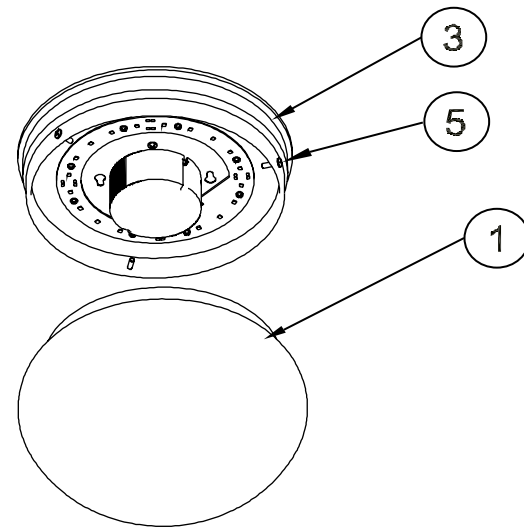

Figure 1
- Pour installer le diffuseur, desserrer les (3) vis à serrage à main situées sur le pourtour du boîtier. Soulever le diffuseur et le placer, puis fixer en serrant les vis à serrage à main. Voir la figure 1.
7. To install Diffuser (1), loosen Thumb Screws (5) on perimeter of housing. Lift Diffuser in position and secure by tightening Thumb Screws. **See Fig 1.**